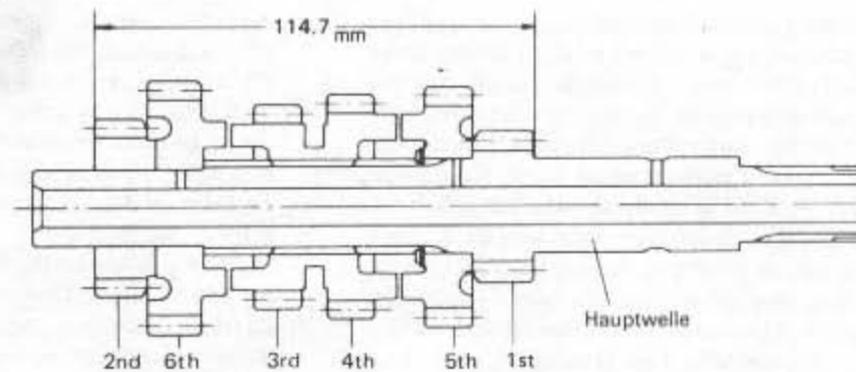

Bild 67 Einstellen der Länge des Hauptwellenzahnradsatzes
- Das 2.-Gang-Zahnrad der Hauptwelle ist aufgedrückt und muss abgezogen werden. Beim Wiederaufbau des Zahnrades muss es so ausgerichtet werden, dass der Abstand zwischen seiner äusseren Stirnfläche und derjenigen des 1.-Gang-Zahnrades genau 114,7 mm beträgt (Bild 67). Dies ist sehr wichtig! Nur wenn dieser Wert genau eingehalten wird, weist die Hauptwelle das notwendige axiale Spiel auf und ist einwandfrei ausgerichtet! Vor Einbau des Zahnrades bestreiche man dessen Bohrung mit einer hochbelastbaren, scherfesten Sicherungsflüssigkeit. SUZUKI empfiehlt die Verwendung von «Thread Lock Super 103K». Nach erfolgter Montage des 2.-Gang-Zahnrades prüfe man, ob sich das 6.-Gang-Zahnrad frei drehen lässt und nicht durch ausfliessende Sicherungsflüssigkeit blockiert worden ist.